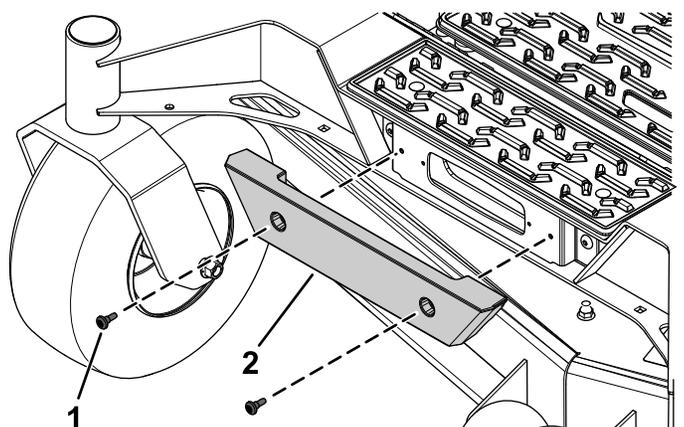

Figura 1
1. Rimuovete le 2 viti torx che fissano il paraurti anteriore (Figura 1).
2. Rimuovete il paraurti anteriore (Figura 1).